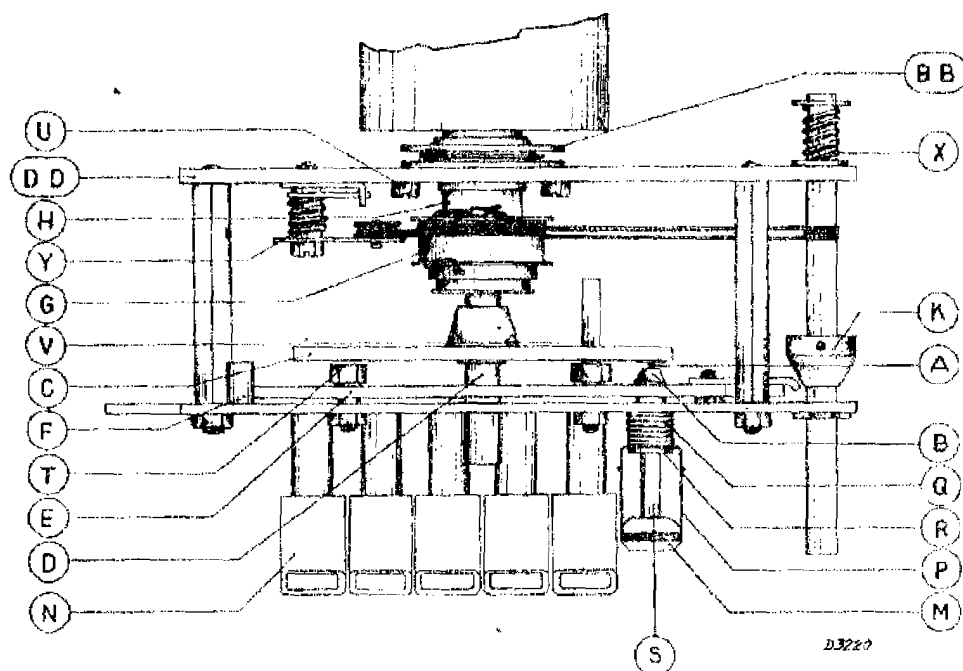

Fig. 6
Opm.: Indien het schroefje A niet ver genoeg kan worden verschoven moet de trommel G (fig. 6) iets verdraaid worden.
4. a. Blijft het apparaat goed afgestemd, dan met behulp van een instelsleutel de stelschroef A (fig. 6) naar rechts draaien tot het apparaat niet meer afgestemd is. Zie verder 5 en 6.
b. Veranderd de afstemming van het apparaat, dan met een instelsleutel de stelschroef A (fig. 6) linksom draaien tot het gewenschte station weer te hooren is.
Uitwisselen van onderdelen van een drukknop. (zie fig. 6).